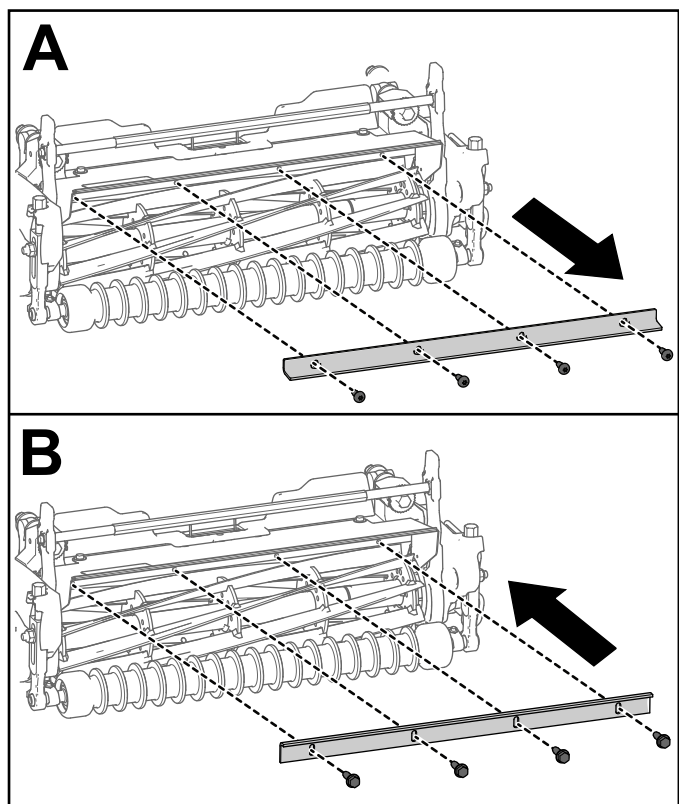

Figure 5
- Si les unités de coupe modèles 04657 et 04658 sont utilisées sur un autre groupe de déplacement Greensmaster 3300 ou 3400, déposez la barre déflecteur d'herbe et remplacez-la par une barre de séparation (réf. 115-3303-03) et 4 boulons (réf. 131-6150), comme montré à la Figure 5.